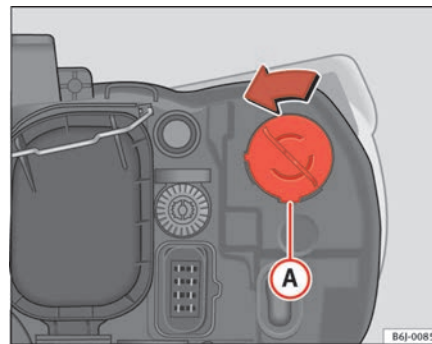

Fig. 145 Indicatore di direzione
- Ruotare il portalampade ⇒ fig. 145 **A** verso sinistra e tirare.